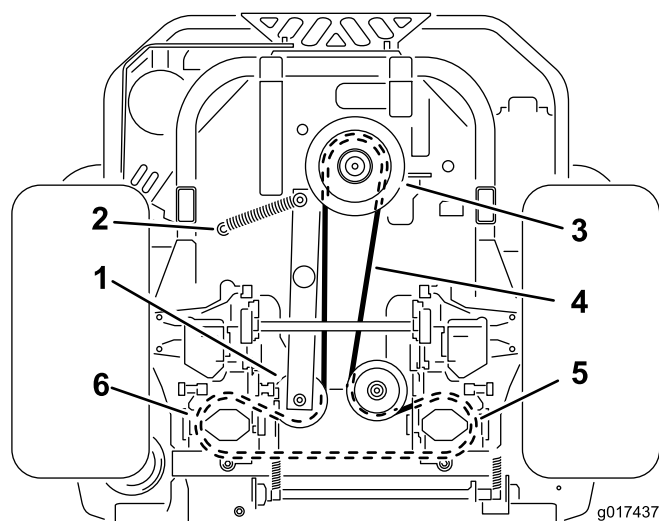

Figure 59
4. Soulevez la machine sur des chandelles (Figure 59).
6. Décrochez le ressort de la poulie de tension de son montant (Figure 59).